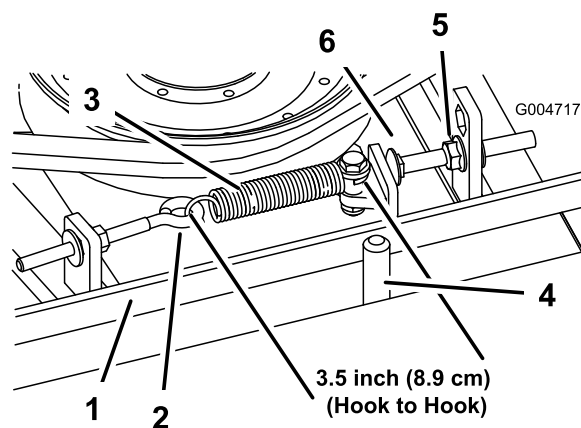

Bild 101
Bei richtiger Spannung sollte die Messung innen an der Verlängerungsfeder (Haken zu Haken) ungefähr  $8,3 \text{ cm} \pm 9,5 \text{ cm}$  betragen. Wenn die Federspannung richtig ist, stellen Sie die Anschlagsschraube (Schlossschraube) ein, bis der Abstand zwischen dem Schraubenkopf und dem Spannarm ungefähr 2-55 mm beträgt (Bild 101).
**Hinweis:** Achten Sie darauf, dass der Riemen auf der Federseite der Riemenführung positioniert ist (Bild 101).
2. Lösen Sie den Augenbolzen, um die Verlängerungsfeder abzunehmen (Bild 101).
3. Lösen Sie die Bundmutter, mit der die Anschlagschraube an der Befestigungsnase befestigt ist, und schieben Sie die Spannscheibe vom Riemen weg, um die Riemenspannung zu lösen (Bild 101).
9. Setzen Sie die Verlängerungsfeder (Bild 101) wieder in den Augenbolzen ein und spannen Sie den Riemen wie folgt: